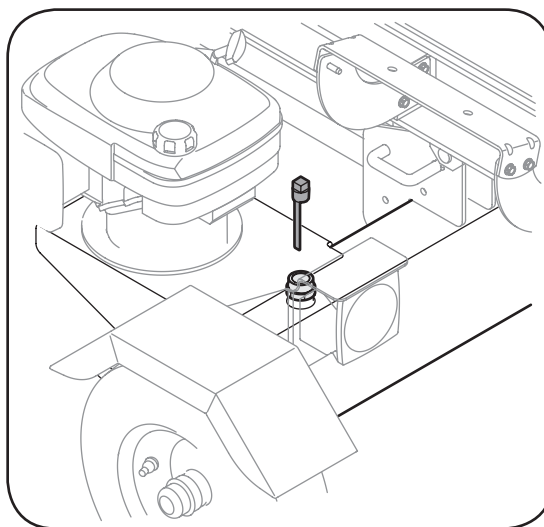

Figura 3-7
- Retire la varilla del depósito venteada que se encuentra en frente del motor, sobre el tanque de depósito. Vea la Figura 3-7.
- Controle el nivel de fluido con la varilla de nivel. Vea la Figura 3-7. No llene el depósito en exceso.